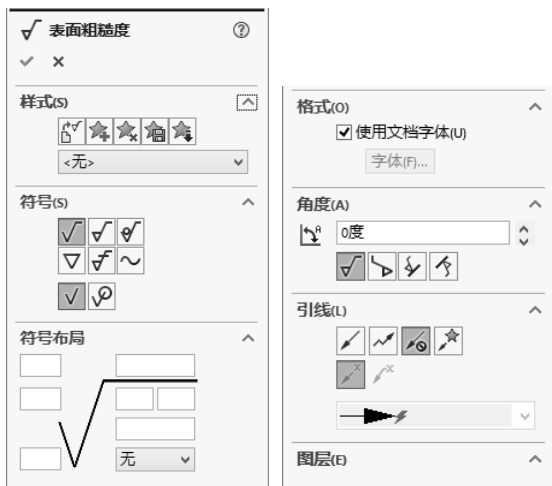

图 6-44 设置表面粗糙度
- 2) 在弹出的“表面粗糙度”属性管理器中设置表面粗糙度的属性, 如图 6-44 所示。